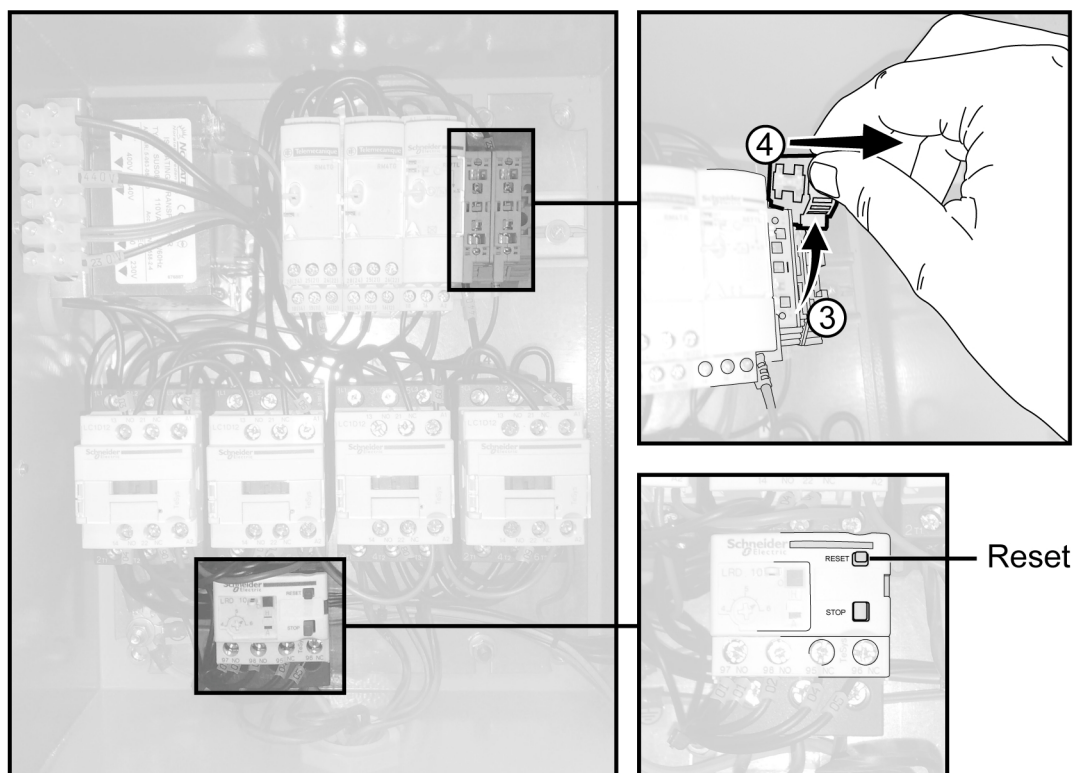

Figura 4-9. Armario eléctrico
3. Presionar el botón "Reset" de la protección del motor; ver Figura 4-9, página 21.
3. Subir el portafusibles; ver la posición 3 en *Figura 4-9, página 21*.
4. Quitar el portafusibles; ver la posición 4 en *Figura 4-9, página 21*.